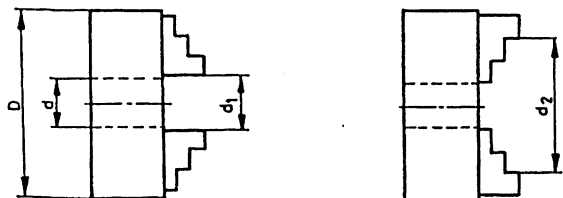

Рис. 12
4.3.2. Для 4-кулачковых патронов с независимой установкой кулачков, для 3 и 4-кулачковых самоцентрирующих патронов с независимой установкой кулачков (таблица 5, рис. 12)